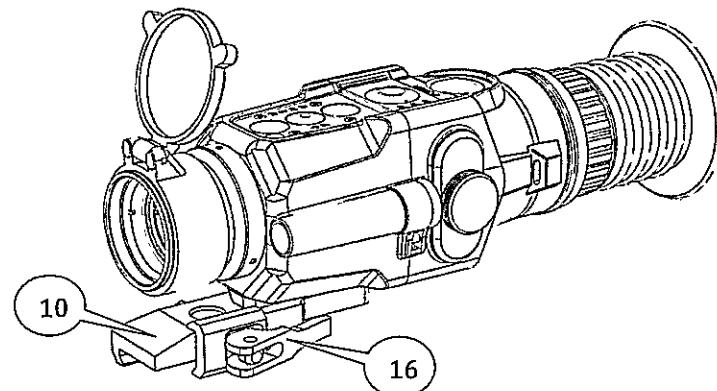

Рисунок 2 – Изделие с креплением
Фиксация изделия на планке «Weaver»/«Picatinny» осуществляется поворотом рычага (16) планки крепления (рис. 2). Изделие должно прочно и без люфтов удерживаться на посадочном месте оружия.